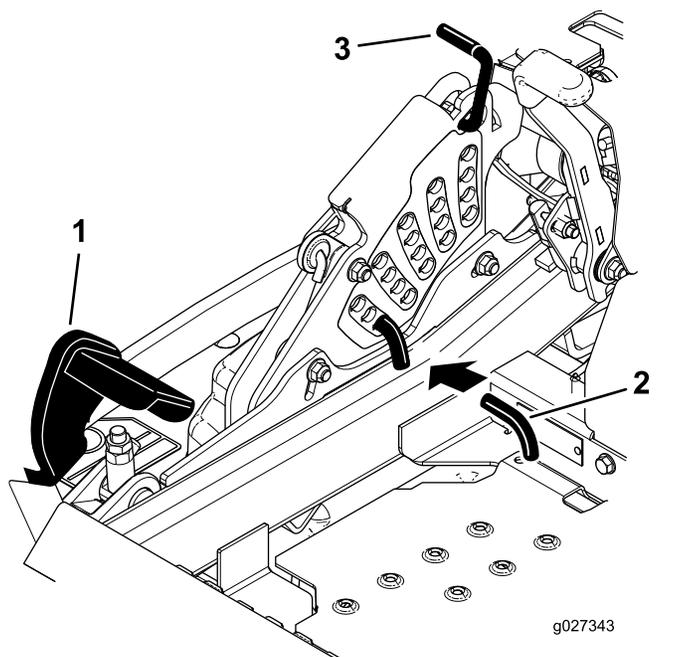

Figure 25
2. Appuyez sur la pédale de relevage du tablier avec le pied et relevez le tablier en position de transport (qui est aussi la position de hauteur de coupe de 140 mm [5½ po]); voir Figure 25.
3. Pour changer de hauteur de coupe, tournez la goupille de 90 degrés retirez-la du support de hauteur de coupe (Figure 25).
4. Placez la goupille dans le trou du support correspondant à la hauteur de coupe voulue (Figure 25).